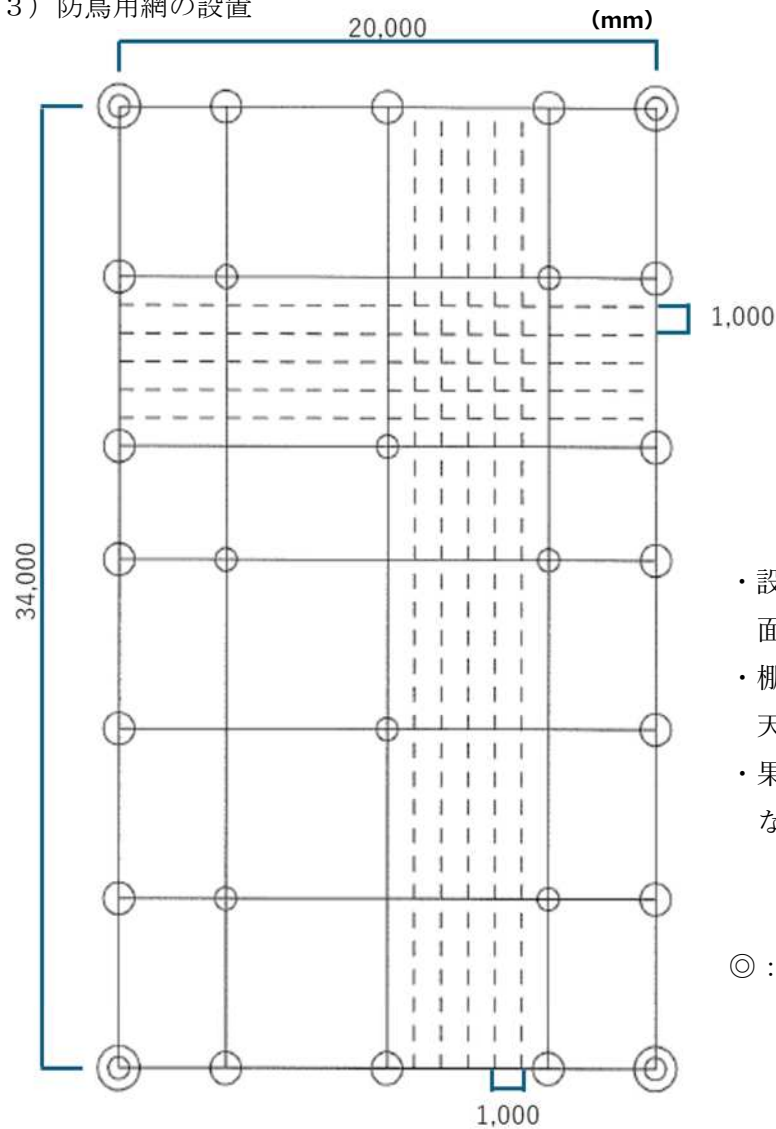
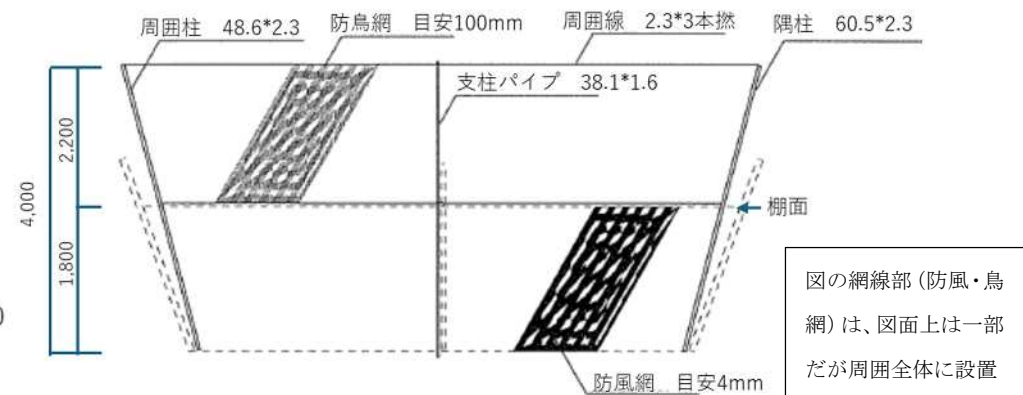

図4 A 圃場防鳥網（天井面および支柱）
図5 A 圃場防鳥網（横面）
- ・設置に際しては、図4のとおり周囲および園内に支柱を設置し、図5のとおり下面は果樹棚の棚面周囲に固定する仕様とする。
天井面には1m間隔でワイヤーを設置し、防鳥網の支えとする（図4）。
なお、4面ともに棚面までの巻き上げが可能な仕様とする（図5）。